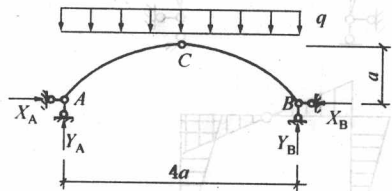

图 2A311010-14
24. 简支梁的受力如图 2A311010-15 所示, 则简支梁跨中弯矩值为()。